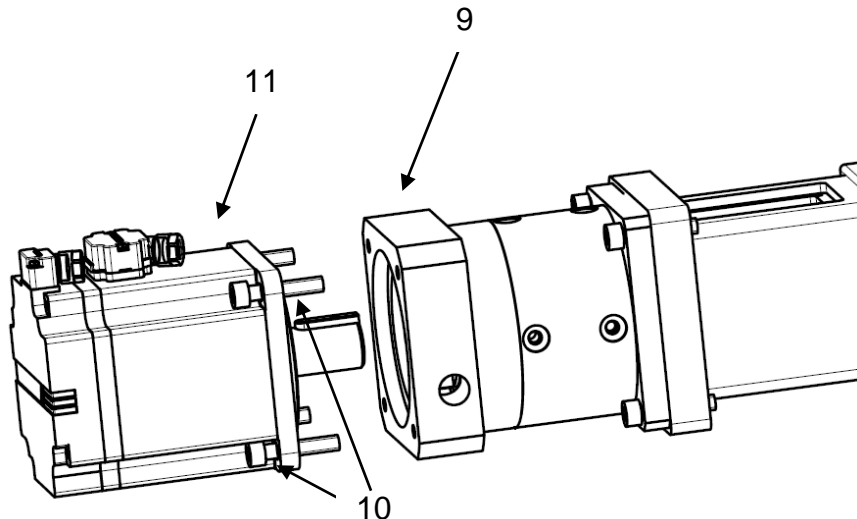

Рисунок 7 – Установка двигателя.
5) установить двигатель (поз. 11) на редуктор (поз. 9) с помощью винтов (поз. 10) (см. рисунок 7);